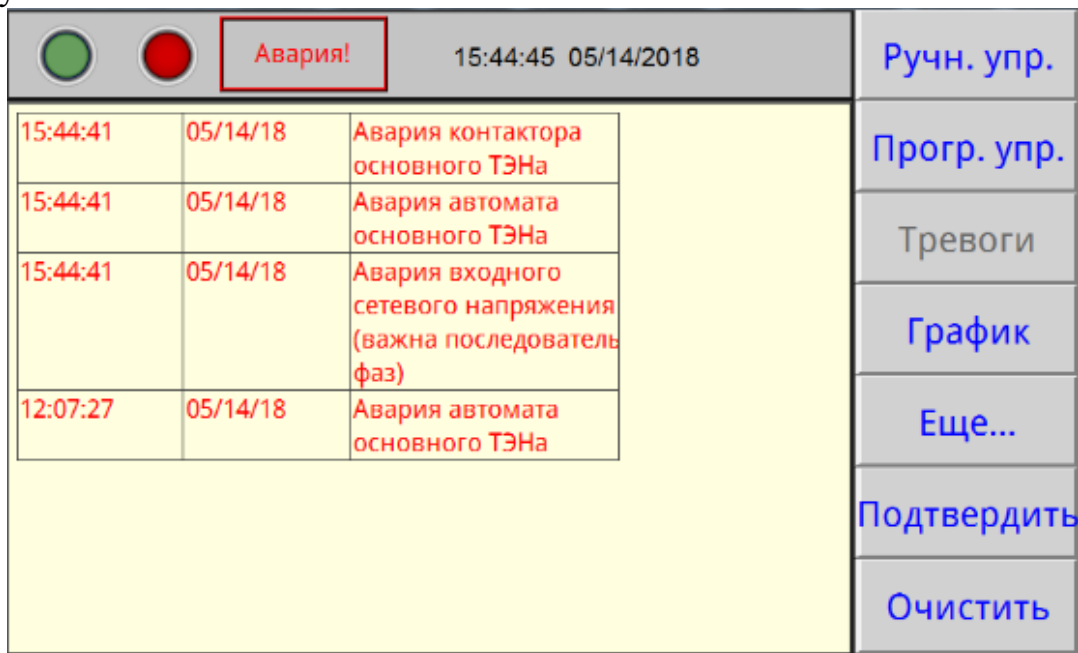

Рисунок 9
8.12 При нажатии на поле «Тревоги» будет отображен экран (рисунок 9). При